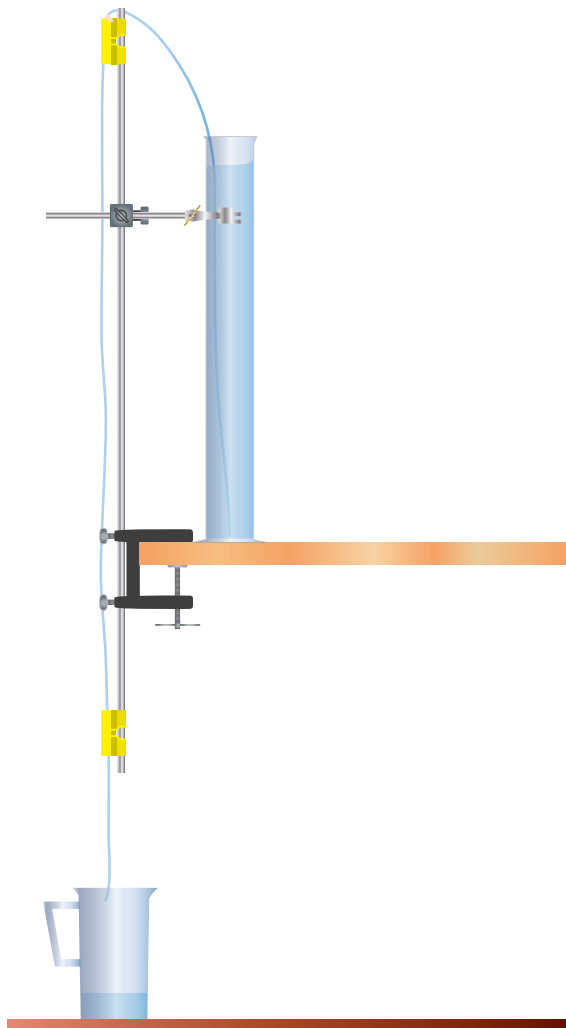

Figura 12.1
1. Use los soportes universales para ajustar la barra metálica a la mesa, luego ponga las guías para tubos en los extremos de la barra; tal como se ve en la Figura 12.1. Ponga la probeta 1 de 1000mL sobre la mesa y la probeta 2 de 100mL en el piso. Extienda la manguera desde el fondo de la probeta 1 hasta la probeta 2. No permita que la manguera baje al fondo de la probeta 2 y menos que se pegue a las paredes. Tampoco olvide pasar la manguera por ambas guías y asegurarla en la guía superior con un pedazo de cinta de enmascarar.